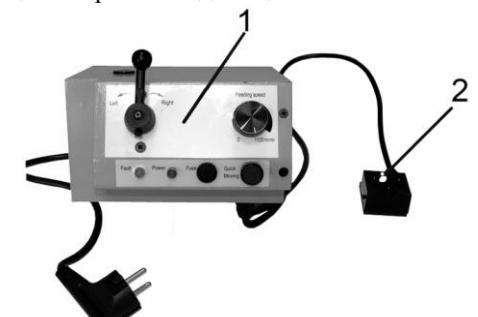

Рис. 2
6.21. Осторожно переместите рабочий стол станка в крайнее левое положение. Отрегулируйте упорный блок (18) так, чтобы он в этой позиции размыкал блок концевых выключателей (2), Рис. 2.
6.22. Осторожно переместите рабочий стол станка в крайнее правое положение. Отрегулируйте упорный блок (15) так, чтобы он в этой позиции размыкал блок концевых выключателей (2), Рис. 2.
## 5. УСТРОЙСТВО (Рис. 2)
- 6.14. Произведите разметку для установки блока концевых выключателей (2), Рис. 2, на рабочем столе станка. Необходимо, чтобы оси микропереключателей (20) находились на одной оси штифтов упорных блоков (15) и (18).
- 6.15. Вывинтите винты (16), прикрепляющие корпус блока концевых выключателей (2), Рис. 2.
- 6.18. Установите корпус (21) блока концевых выключателей (2), Рис. 2, и завинтите винты (17).